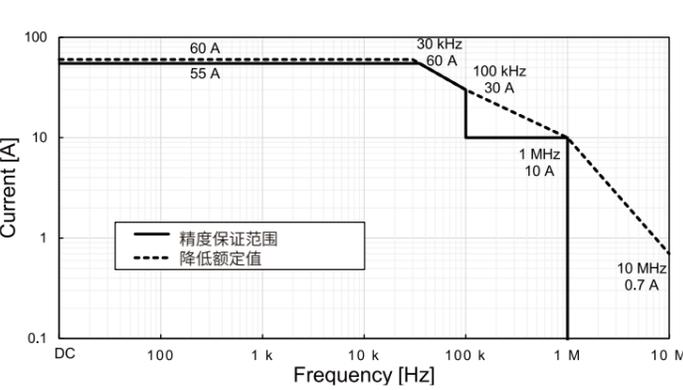

图1：频率额定值降低（0°C～40°C环境下）
| 最大输入电流                       | 额定值降低范围以内（请参照图1的图形）如果为20 ms以内，则容许最大±200 A peak（设计值）  |
- 在图1的额定值降低图的精度保证范围内规定振幅精度与相位精度。DC < f < 10 Hz为设计值。